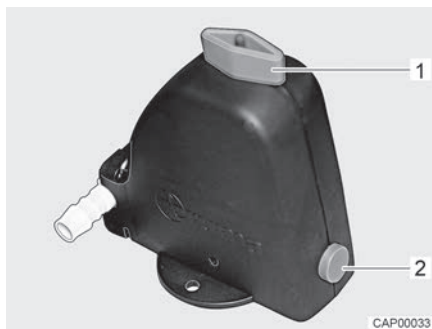
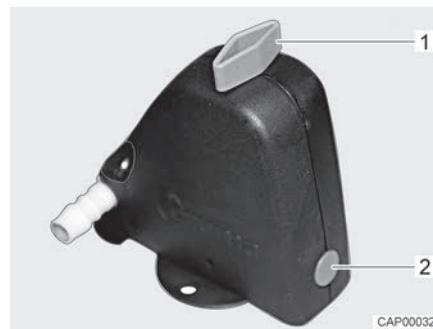

Bild 91 Säkerhets-/avtappningsventil öppen
Bild 92 Säkerhets-/avtappningsventil stängd
- Stäng säkerhets-/avtappningsventilen. Ställ vredet (Bild 91,1) diagonalt mot säkerhets-/avtappningsventilen och tryck in tryckknappen (Bild 91,2). Den stängda säkerhets-/avtappningsventilen visas i Bild 92. Vid temperaturer lägre än 6 °C kan säkerhets-/avtappningsventilen inte stängas.